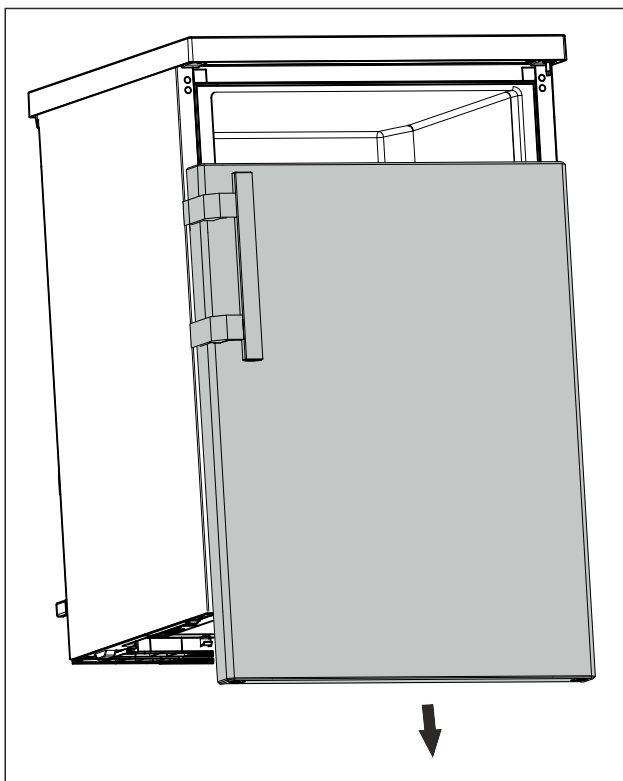

Fig. 12
- ▶ Tür nach unten abnehmen. (siehe Fig. 12)